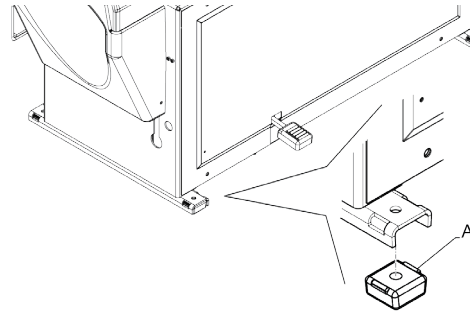

Abb. 9: Schwingungsdämpfende Elemente
7. Kunststoff-Abdeckung wieder anbringen wie in Abb. 9 gezeigt.